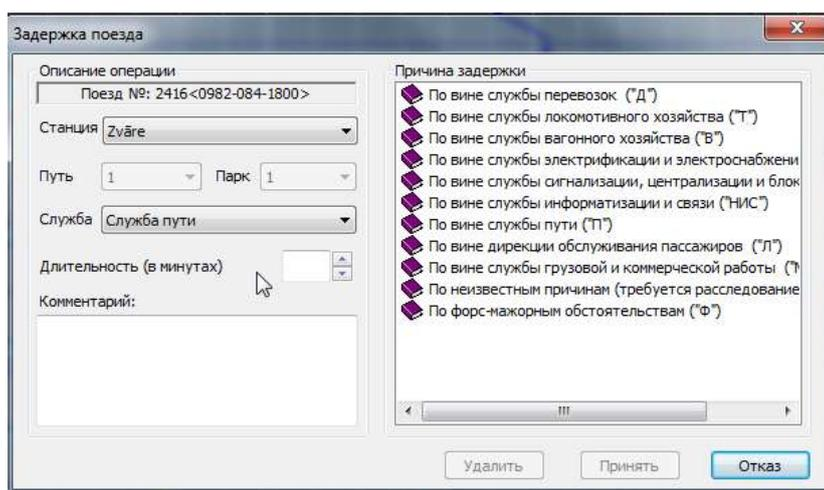

Рис.203. Окно «Задержка поезда». Выбор станции.
2. Выбрать пункт меню «Задержка поезда на станции». В появившемся окне «Задержка поезда» выбрать станцию, на которой произошла задержка (см. рис. 203). В выпадающем списке в поле «Станция» отображаются только те станции, на которых выбранная нить имеет стоянку. В поле «Парк» и «Путь» указаны парк и путь стоянки поезда на выбранной станции.